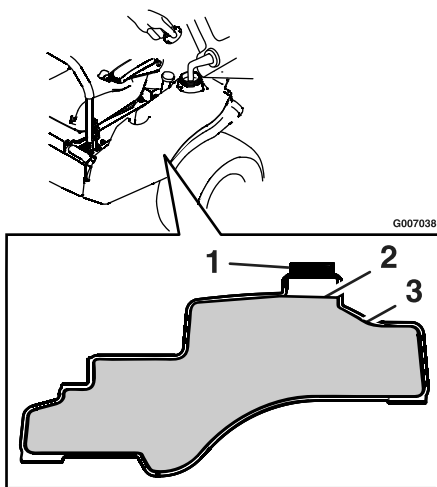

Figura 8
3. Añada gasolina normal sin plomo al depósito de combustible hasta que el cuerpo del depósito esté lleno, pero sin que el combustible llene el cuello del depósito (Figura 8). Este espacio vacío en el cuello del depósito permite la dilatación de la gasolina. No llene completamente el depósito de combustible.